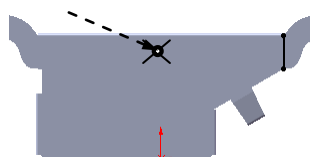

图 6.33 固定侧的位置
- ③ 选择下拉菜单 **插入(I)** → **退出草图** 命令，退出草图环境，此时系统弹出“绘制的折弯”对话框。
- (3) 定义折弯固定侧。在图 6.33 所示的位置处单击，确定折弯固定侧。
- (4) 定义钣金参数属性。在 **折弯参数(P)** 区域的 文本框中输入折弯角度 30.0，在 **折弯位置:** 区域中单击“折弯在外”按钮 。在 文本框中输入圆角半径值 0.5。
- (5) 单击 按钮，完成绘制的折弯 3 的创建。